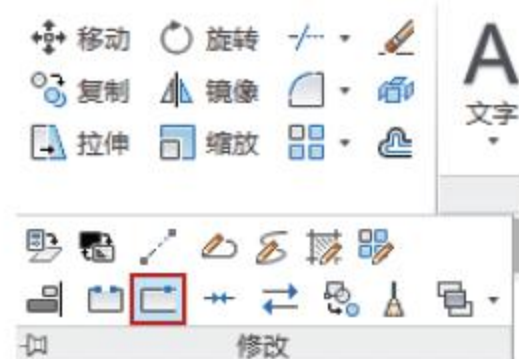

图4-103 单击按钮
- 功能区：单击【修改】面板中的【打断于点】按钮，如图4-103所示。